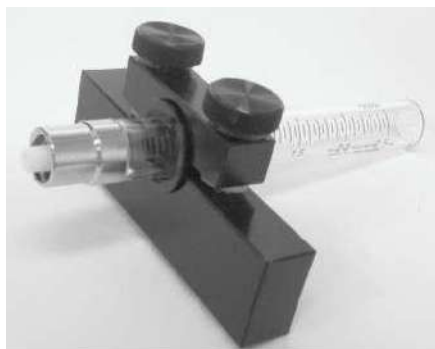

Рисунок 12.13: Зажим для шприца дозатора
2. Совместите верхнюю и нижнюю части зажима шприца дозатора с втулкой (как показано на рис. 12.13), но не затягивайте его полностью, чтобы шприц дозатора мог вращаться.